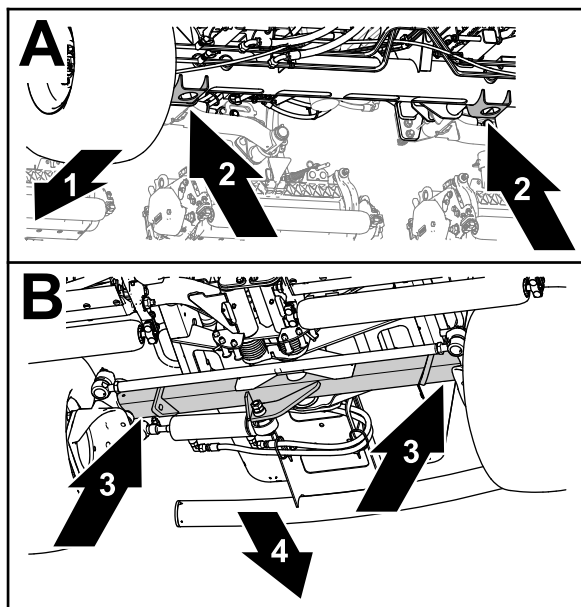

Bild 106
- Front: Die Wagenheberaufnahmen des Vorderachsrohrs (Bild 106).